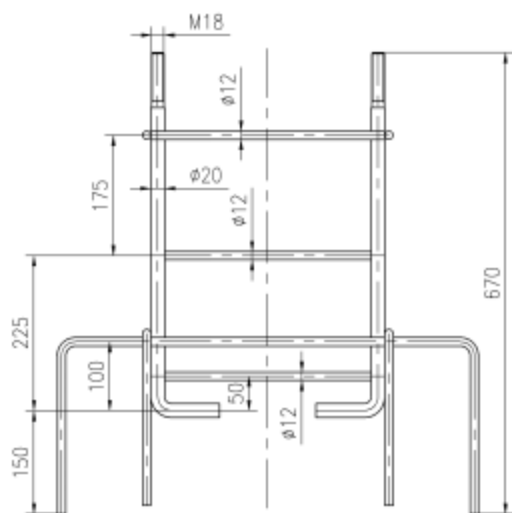

图1
- 1) JMA-19X儿童摇篮的安装方式为预埋式，即采用预埋架（如图1）将器材固定；其对安装器材的土质要求如下：在距地表800mm深度以内其土质不低于强度中等的土质要求（注：GB/T 50145-2007《土的工程分类标准》 5.1.2干强度试验：将一小块土捏成土团，风干后用手指捏碎、掰断及捻碎，并应根据用力的大小进行区分：稍用力即可捏碎或掰断为干强度中等。）